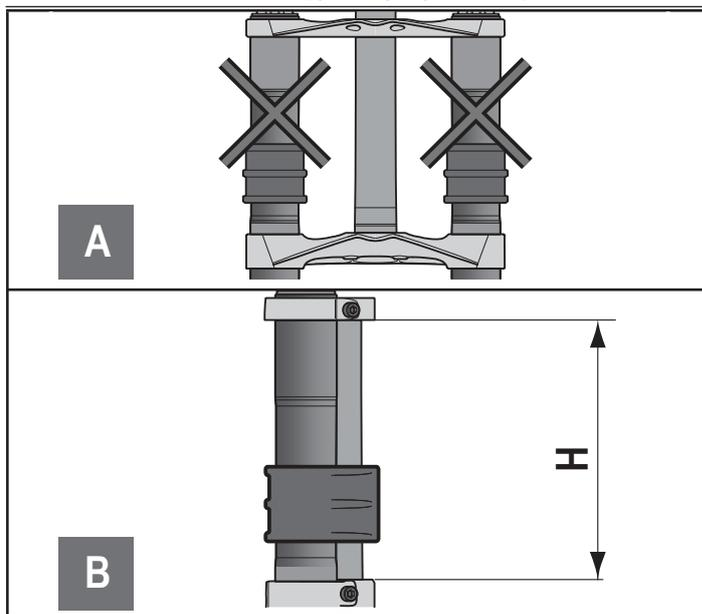

Рисунок 2 – Установка двухкоронной вилки на раму: (2А) Крепеж корон (2В) Максимальная длина рулевой трубы между коронами
- На вилках с двойной короной максимальная длина штока (трубы) между двумя коронами (**См. Рисунок 2В**) должна быть меньше чем длина (H), как показано в **Таблице 1**.
На резьбу болтов крепления дискового тормоза (См. Рис. 2А в Таблице 2) нанесен специальный герметик. При демонтаже болта нужно снова нанести герметик.